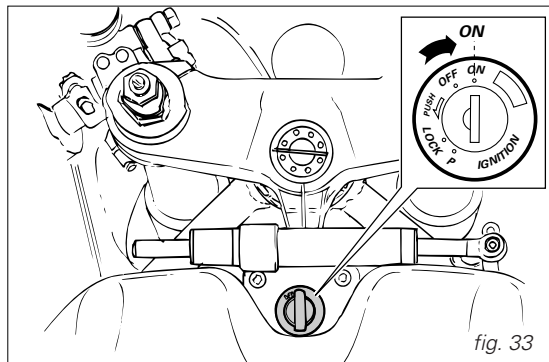

fig. 33
1) Spostare l'interruttore d'accensione sulla posizione **ON** (fig. 33). Verificare che la spia verde **N** e quella rossa  sul cruscotto risultino accese.